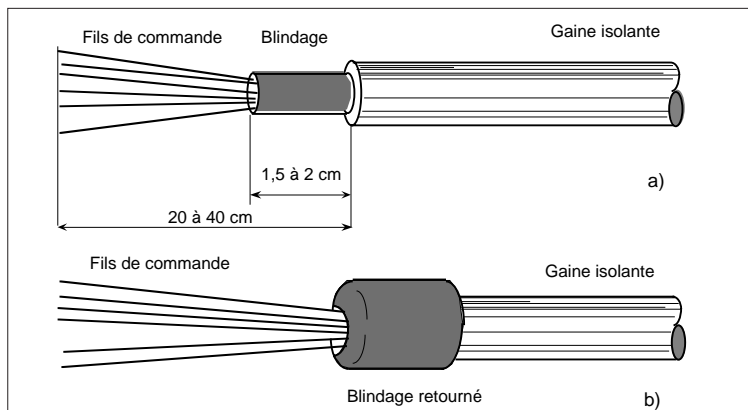

Figure 3-8 Dénudage du câble de commande
- **Dénuder** le câble blindé comme expliqué sur la figure 3-8,a.
- **Retourner** le blindage sur la gaine isolante (figure 3-8,b)